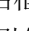

图 4-102 “创建新多重引线样式”对话框
(2) 单击“新建”按钮，弹出“创建新多重引线样式”对话框，在“新样式名”文本框中输入样式名为“倒角标注”，如图 4-102 所示。